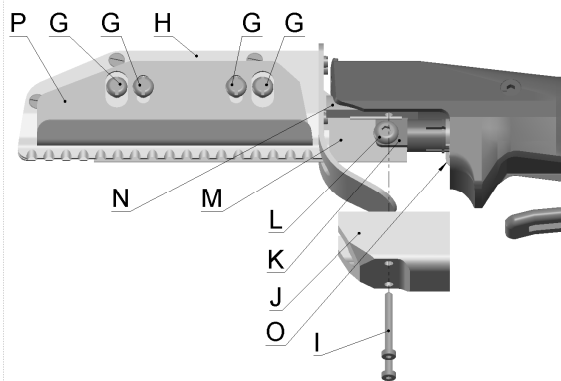

Abb. 4 Messerwechsel Gerät EFA-S5 L
Der Fingerschutz (Pos. J, Abb.4) ist ein Sicherheitsbauteil und verhindert schwere Schnittverletzungen an Körpergliedmaßen.
1. 4St. Schrauben (Pos. G, Abb.4) mit einem Schlitzschraubendreher entfernen und Klingenschutz (Pos. H, Abb.4) und Stützwinkel (Pos. P, Abb.4) vorsichtig nach vorne abziehen.
2. 2St. Schrauben (Pos. I, Abb.4) mit einem Innensechskantschlüssel entfernen und vorsichtig den Fingerschutz (Pos. J, Abb.4) nach unten abziehen.
3. Schraube (Pos. L, Abb.4) mit einem Innensechskantschlüssel lösen und Klinge (Pos. M, Abb.4) entnehmen.
4. Ersatzklinge (Pos. M, Abb.4), Schraube (Pos. L, Abb.4) und Stützscheibe (Pos. K, Abb.4) montieren.
(Pos. K, Abb.4) und auf einen leichtgängigen Lauf des Messers (Pos. M, Abb.4) achten. Messer muss in der Nut des Rückenbalkens (Pos. N, Abb.4) geführt werden.
- Schraube (Pos. O, Abb.4) kontrollieren. Drehmoment 3 Nm.
- Fingerschutz (Pos. J, Abb.4) Klingenschutz (Pos. H, Abb.4) und Stützwinkel (Pos. P, Abb.4) wieder montieren. Klingenschutz und Stützwinkel mit den Schrauben (Pos. G, Abb.4) auf ideale Lage zum Messer (Pos. M, Abb.4) einstellen.